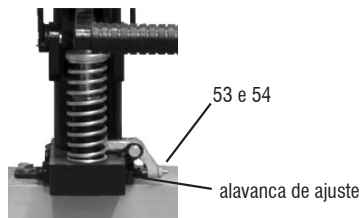

Fig. 7 – Ajuste da alavanca
A EMPILHADEIRA MANUAL VONDER já vem totalmente ajustada e testada de fábrica. Em caso de necessidade de ajuste da alavanca para elevar ou baixar a carga, utilize o parafuso (54), conforme fig. 7, e depois de concluído o ajuste, trave o parafuso (54) apertando a porca (53).